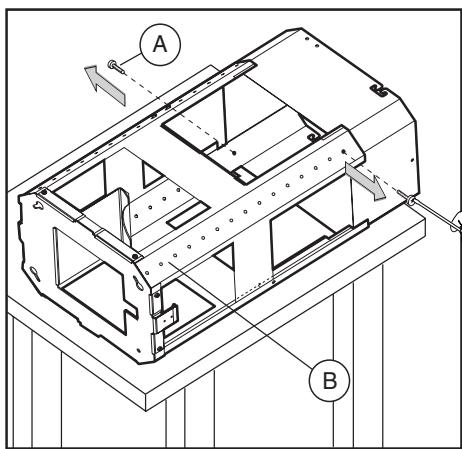

Fig.2
- Prendere la struttura dall'imbalo e togliere le 2 viti **A** per separare la parte superiore da quella inferiore (fig.2).